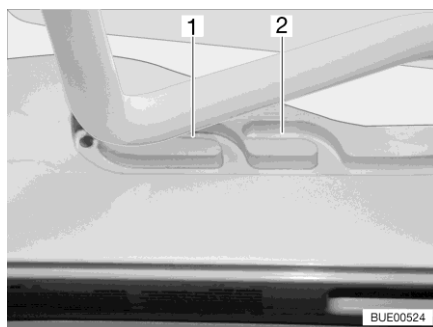
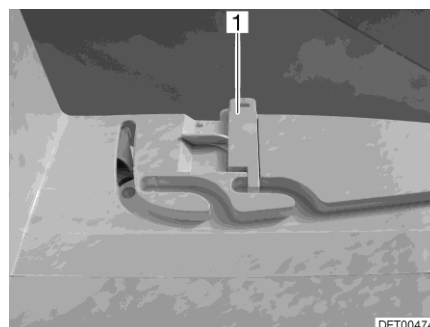

Bild 96 Spår (ventilationsläge)
Bild 97 Lås (ventilationsläge)
Heki-takluckan kan ställas i två ventilationslägen: Läget för dåligt väder (Bild 96,1) och mittläget (Bild 96,2). Beroende på modell kan takluckan låsas i mittläget med de båda spärrarna (Bild 97,1) till höger och vänster om ramen till takluckan.
- Tryck bygeln lätt uppåt och skjut in den i det valda spåret (Bild 96,1 eller 2) och lås eventuellt.